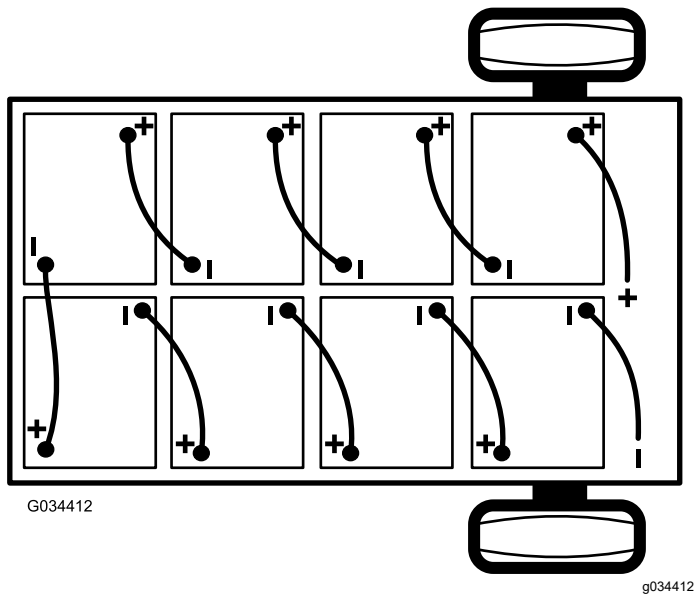

Bild 42
2. Schließen Sie das Hauptminuskabel (schwarz) ab, mit dem die Batterien an der Erdungsstelle der Maschine angeschlossen sind (**Bild 42**).
- Schließen Sie das Hauptpluskabel (rot) der Batterie ab, mit dem die Bank der Batterien am Hauptanschluss der Maschine angeschlossen ist (Bild 42).
Hinweis: Achten Sie auf die Batteriepolartität, wenn Sie neue Batterien einsetzen (Bild 42).
- Schließen Sie die Batterien mit den Batterieverbundungskabeln, die Sie in Schritt 1 entfernt haben, zusammen, wie in Bild 42 abgebildet.
- Schließen Sie das Hauptpluskabel (rot) der Batterie zwischen der Bank der Batterien und der Maschine an (Bild 42).
- Schließen Sie das Hauptminuskabel (schwarz) zwischen den Batterien und der Maschine an (Bild 42).